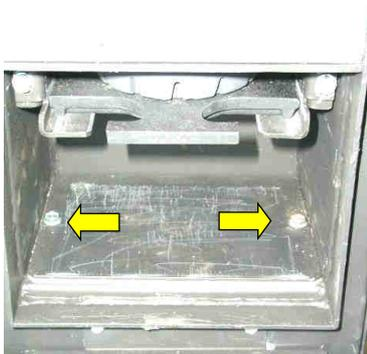

Abb. 59: Bodenblech Gebläse entfernen
- Den Heizgassammelkanal reinigen. Hierzu unterhalb der Aschelade die 2 Schrauben des Bodenbleches lösen (Abb. 59). Bodenblech mit Dichtung herausnehmen, und Heizgassammelkanal gründlich aussaugen.
- Bodenblech über dem Gebläse entfernen, dabei 2 Schrauben lösen (Abb. 59).